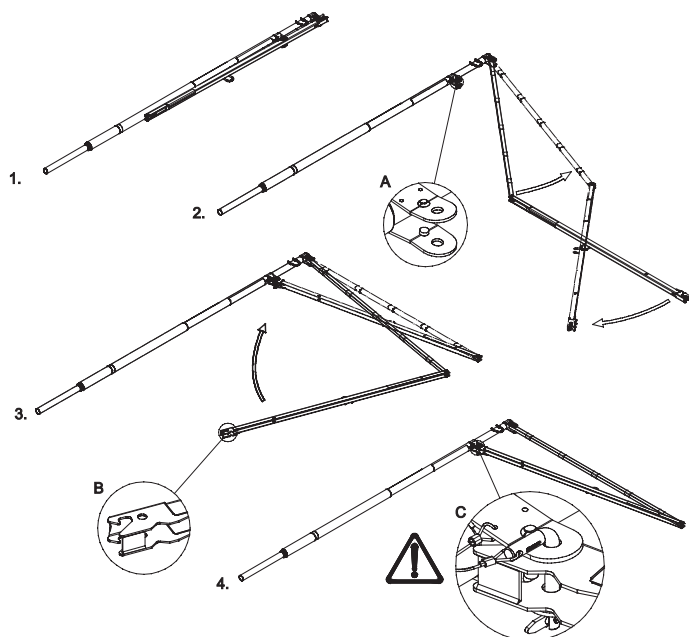

Figura 30. *Proceso de montaje en el suelo del sistema de anclaje SkyReach*
1. Monte el sistema de anclaje SkyReach en cuatro sencillos pasos, consulte la Figura 30: